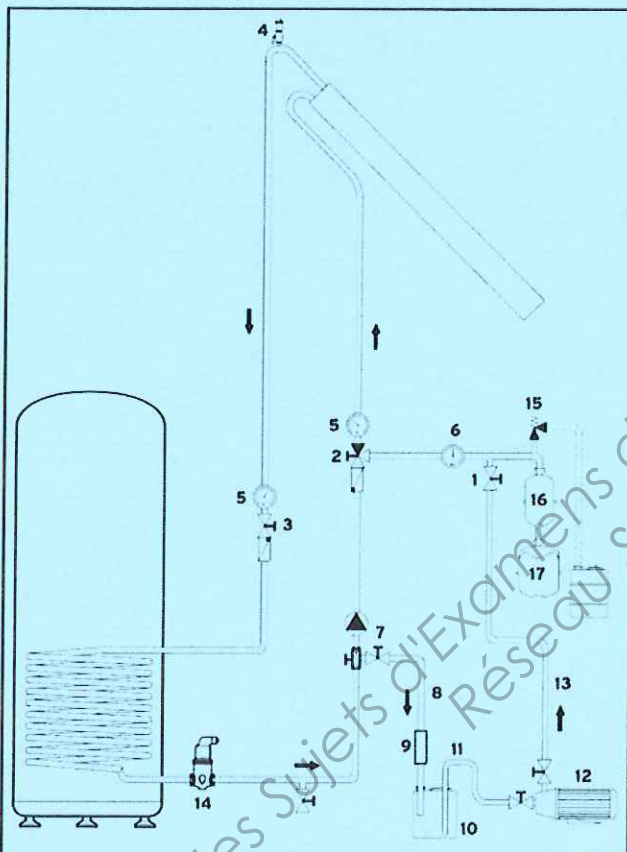

Fig. 1.1 Circuit solaire et dispositif de remplissage
Observez la température maximale du liquide s'élevant à 40 °C (5) (cf. fig. 1.1) afin de ne pas endommager la pompe !